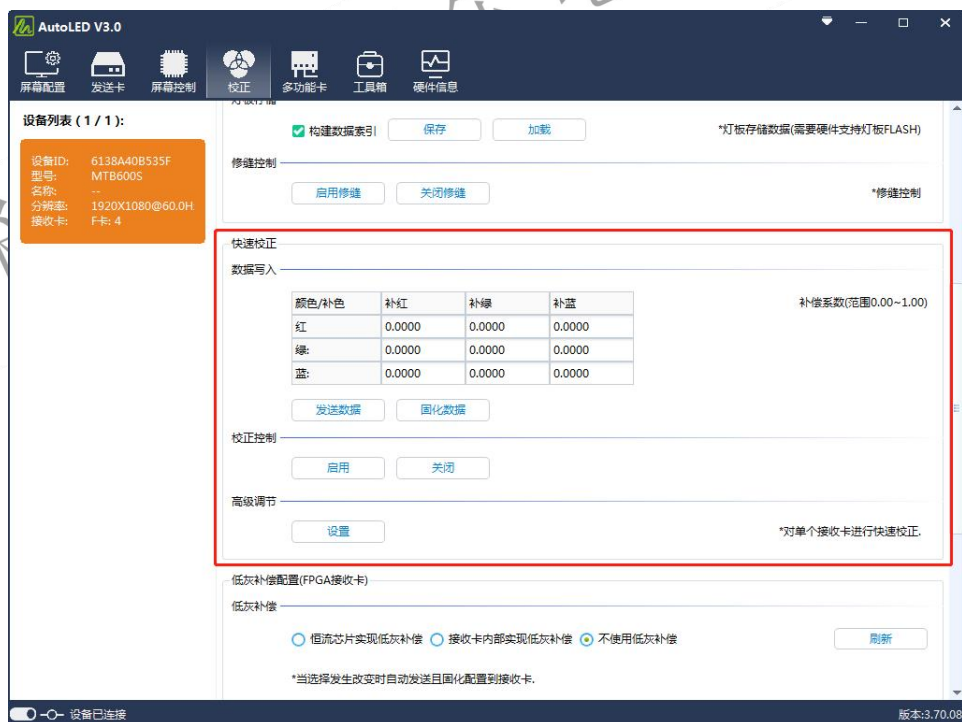

图 4-8-5 快速校正界面图
① 修改补偿系数，修改后点击“发送数据”，发送完毕后点击“校正控制——启用”，进行校正数据验证，如验证与预期相符，则点击“固化数据”把校正数据保存到接收卡。如图 4-8-5 所示。